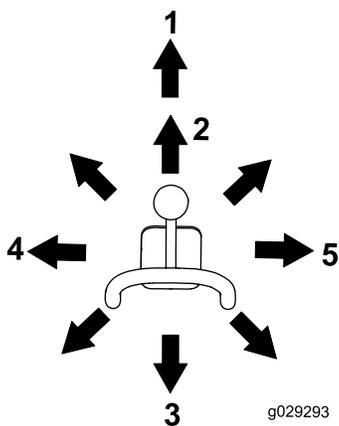

Рисунок 11
- Для того, чтобы наклонить навесное оборудование вперед, медленно перемещайте рычаг вправо (Рисунок 11).
- Для того, чтобы наклонить навесное оборудование назад, медленно перемещайте рычаг влево (Рисунок 11).
- Для того, чтобы опустить кронштейны погрузчика, медленно перемещайте рычаг вперед (Рисунок 11).
- Для того, чтобы поднять кронштейны погрузчика, медленно перемещайте рычаг назад (Рисунок 11).
- Чтобы опустить кронштейны погрузчика в фиксированное (плавающее) положение, нажмите на рычаг до упора вперед (Рисунок 11).